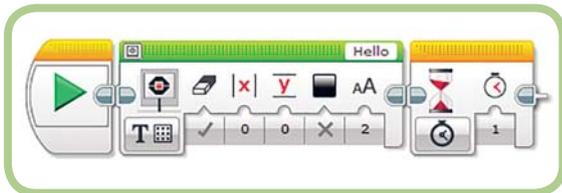

Рис. 2.13. Программа после добавления блока **Ожидание** (Wait)
1. Помести блок **Ожидание** (Wait) справа от блока **Экран** (Display). Твоя программа должна выглядеть так, как показано на рис. 2.13.